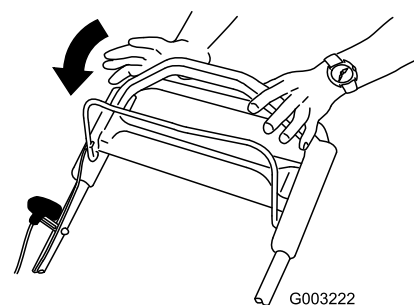

Figure 22
1. Relâchez la barre de commande de la lame (Figure 22).